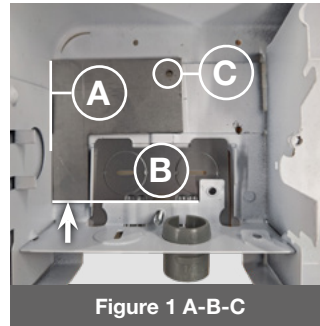

Figure 1 A-B-C
- Appuyée contre (**Figure 1-A**)
- Égale ou plus haute (**Figure 1-B**)
Maintenir fermement et percer un trou avec une mèche #29 ou 1/8 (**Figure 1-C**).